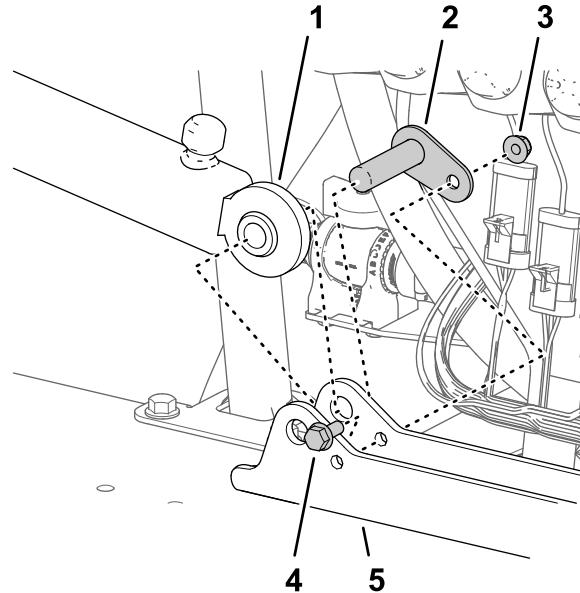

Рисунок 115
- Совместите неподвижный конец подъемного цилиндра, снятого при выполнении пункта 3 раздела Демонтаж подъемных цилиндров \(страница 22\), с отверстием диаметром 16 мм (5/8 дюйма) в креплении цилиндра (Рисунок 115).
- Установите цилиндр на крепление цилиндра при помощи оси поворота, болта с фланцевой головкой и фланцевой гайки (Рисунок 115).